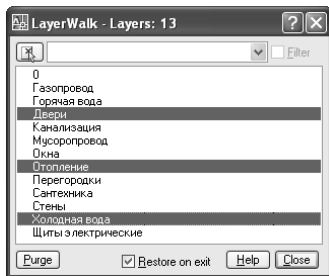

Рис. 4.16. Диалоговое окно **Layer Walk** позволяет интерактивно включать и отключать слои чертежа
2. На экране появится диалоговое окно **Layer Walk** (Обход слоя), в котором будут выделены все включенные слои чертежа (рис. 4.16). Используя те же методы выбора, что и в диалоговом окне **Layer Properties Manager**, выберите интересующие вас слои. Все выделенные слои будут тут же включаться, а невыделенные — отключаться.